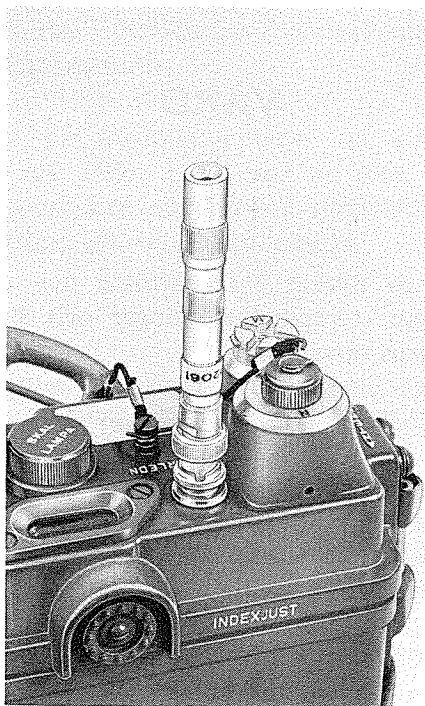

Bild 21. Antennströmsindikator ansluten
1. Anslut antennströmsindikatorn till uttaget märkt MATAR-LEDN, se bild 21.
1. Anslut antennströmsindikatorn till uttaget märkt MATAR-LEDN , se bild 21.